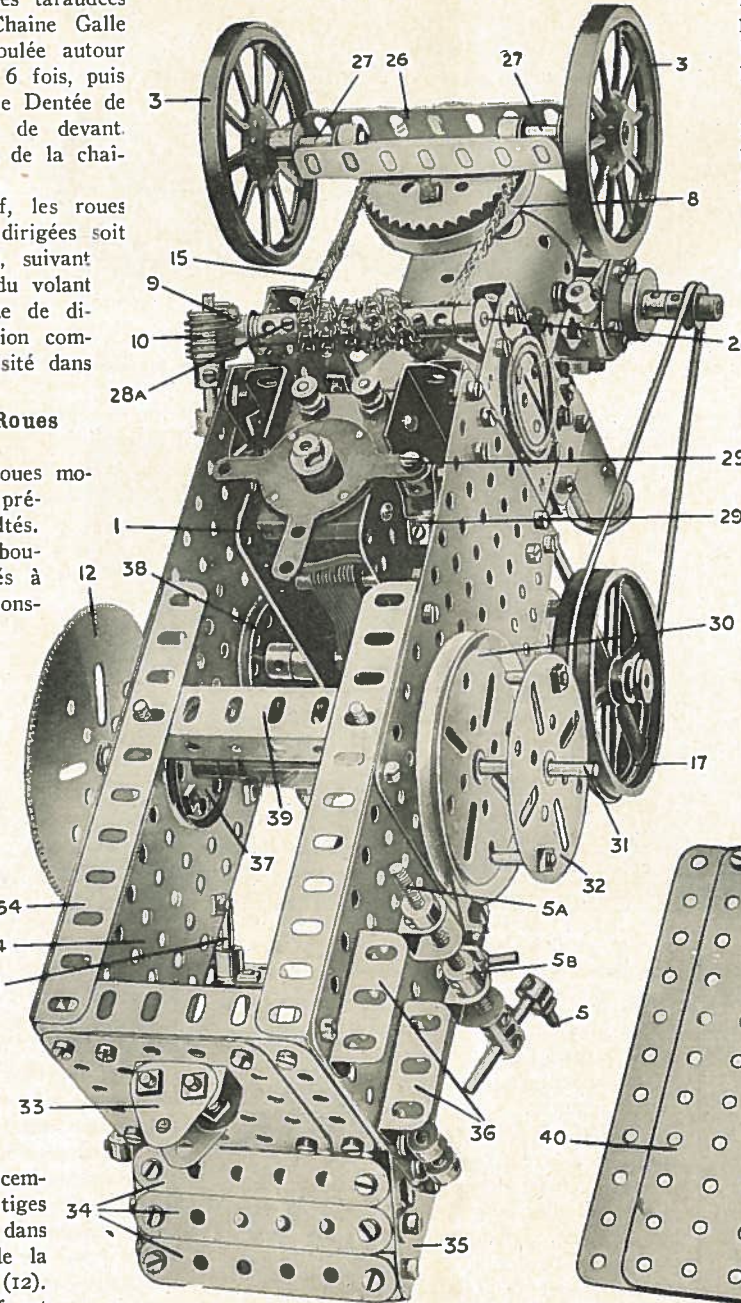

Fig. 5. — Vue de dessous, montrant le mécanisme de direction et le Moteur Electrique.
DANS notre numéro du mois passé nous avons décrit la construction du châssis principal du Tracteur Meccano et nous sommes occupés de tous les détails de la Chaudière et du Moteur, ainsi que du mécanisme de freinage. La fig. 4 du présent numéro représente le modèle vu d'en haut, ce qui met en évidence les engrenages et le moteur, tandis que la vue du modèle complet prise d'en bas (fig. 5) montre très clairement la position du Moteur, ainsi que les engrenages de direction et de freinage. Après avoir construit la partie du Moteur et de la Chaudière et l'avoir ajustée à la partie de derrière du modèle, comme nous l'avons décrit le mois dernier, il faut passer à la construction du mécanisme commandant le mouvement du modèle.
Les roues motrices de devant 3 (fig. 5), qui consistent en Roues de 75 mill., sont montées sur les Tringles de 38 mill. (27) passées dans les trous d'une Bande Courbée de 90 x 12 mill. Celle-ci est fixée à l'intérieur d'une cornière en « U » formée de deux Cornières de 9 cm. (26) boulonnées ensemble, comme on le voit sur la fig. 5. Les extrémités intérieures des Tringles sont passées dans des Equerres boulonnées aux Cornières et sont tenues en place par des Colliers fixés aux Tringles contre les Equerres. Ce dispositif est montré sur la fig. 5.
Le Boudin de Roue 8 (fig. 5) est fixé aux Cornières 26 par des Boulons passés à travers une Roue Dentée de 5 cm.; une Tringle de 38 mill. fixée à celle-ci joue le rôle d'un pivot pour l'essieu de devant. La Tringle est passée dans une Bande à double Courbure 8a (voir fig. 2 dans notre numéro de décembre) boulonnée au-dessous de la Chaudière et est tenue librement en position au moyen d'un Collier placé sur la Tringle à l'intérieur de la Chaudière. Le mécanisme de direction est commandé par une roue directrice 4 (fig. 4) fixée à une Tringle de 20 cm. (11) qui est
passée dans des Supports Doubles boulonnés à la paroi latérale du châssis de la partie arrière du modèle (voir aussi fig. 3, M.M. de décembre). La Tringle de direction 11 porte à son extrémité inférieure une Vis sans fin 10 (fig. 5) qui engage un Pignon de 19 mill. (9) sur une Tringle de 9 cm. (28), cette Tringle étant passée dans des Bandes de 38 mill. boulonnées aux plaques latérales du châssis (voir aussi fig. 3, M.M. de décembre).
La Tringle 28 porte plusieurs Accouplements et Colliers 28A (fig. 5) dont les chevilles taraudées servent à saisir une Chaîne Galle de 40 cm. qui est enroulée autour des accouplements 5 ou 6 fois, puis passée autour de la Roue Dentée de 5 cm. fixée à l'essieu de devant. Naturellement, les bouts de la chaîne sont joints ensemble.
En plaçant la roue sur la Tringle 31 (fig. 5 et fig. 3 du n° de décembre), on verra que les tiges des boulons entreront dans les trous des fentes de la Roue dentée de 9 cm. (12). Le but de ce dispositif est d'assurer une plus forte prise à la roue motrice, que si elle était simplement fixée
par les vis d'arrêt des Roues-Barillets fixées aux Disques à moyeu. Quant à la roue motrice gauche, il faut l'écartier de la paroi du châssis de la partie arrière du modèle afin de laisser l'espace nécessaire à la rotation libre du volant 17 (fig. 4). A cette fin on passe sur la Tringle 31 un plateau central de 6 cm. (32) (fig. 5) portant deux Chevilles filetées et sa vis d'arrêt est fixée de façon à ce que les Chevilles filetées engagent les fentes ou les trous du tambour de frein 30.
On voit la poignée 71 commandant le Moteur Electrique de 4 volts sur la fig. 4. En tirant ou poussant la poignée on peut mettre en marche le Moteur, l'arrêter ou le renverser. La poignée, qui est formée d'une Tringle de 25 mill. passée dans un Support de Rampe, est fixée par un Accouplement à une Tringle de 11 cm. et demi qui porte à son extrémité inférieure un Accouplement à Cadran 29A (fig. 5) pivoté à l'aide d'un Boulon 29 à l'un des bras de l'interrupteur du Moteur.
Afin de compléter l'extérieur réaliste du modèle, on y ajoute des marches 36 (fig. 5) formées de Cornières de 38 mill. qu'on boulonne aux Plaques du châssis principal.
Une fois la construction du modèle achevée, on peut placer un Accumulateur Meccano de 4 volts-8 ampères dans l'emplacement qui lui est réservé dans la partie arrière du modèle, comme on le voit sur la vue générale du modèle (fig. 5, ainsi que fig. 1 du n° de décembre), les bornes en étant jointes par deux fils isolés